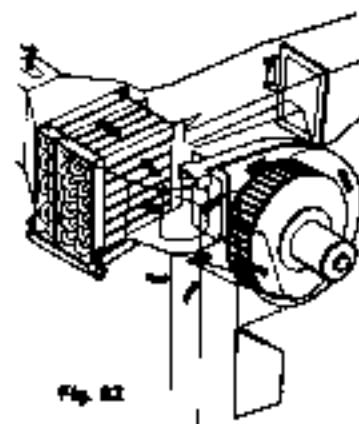

Fig. 62
Der Lufteinlass von Außen kann durch den Hebel (16) im Innenraum gehalten werden, oder vollkommen unterbrochen werden, durch Versetzung des Hebels nach rechts. In diesem Falle zeigt der Ventilator die Luft vom Wageninnenraum, durch die Dichtung (15), die durch einen Hebel, der sich unter dem Armaturenbrett befindet, gesperrt wird, auf, wobei er die Luft - Zirkulation bringt, und sehr schnell die durch einzelne Wasserdampf- oder Kondensatflaschen erholt (Abb. 62). Erfolgt keine Rückzirkulation, muss die Dichtung (15) immer geschlossen bleiben, um nicht kraftstarke Luft - das Wagen innen einzudr hen.